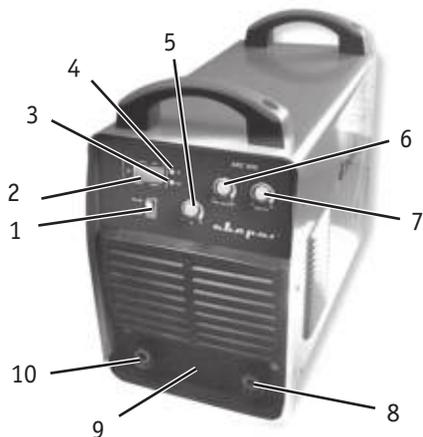

Рис. 1.1
2. Подсоедините сварочные кабели. На передней панели сварочного аппарата имеются две панельные розетки «+» и «-» (8 и 10) (рис. 1.1). Существует два способа подключения сварочных принадлежностей:
4. Установите способ сварки ММА с помощью регулятора (1) (рис. 1.1.).
5. Установите требуемую величину сварочного тока с помощью регулятора (5) (рис. 1.1) Установите значения сварочного тока, в зависимости от диаметра электрода, типа металла, требований технологического процесса и нормативной документации
6. Установите значение «горячего старта» (6) (рис. 1.1). Регулируя величину «горячего старта» добейтесь, чтобы зажигание дуги происходило легко, с одного касания, электрод не прилипает к металлу.
7. Установите значение «форсаж дуги» (7) (рис. 1.1). Регулятор форсаж дуги служит для облегчения процесса сварки, особенно при малых значениях сварочного тока, установите значение форсаж дуги в зависимости от конкретных условий сварки.
Аппараты данной серии предусматривают возможность подключения пульта дистанционного управления. При использовании пульта дистанционного управления, подключите кабель дистанционного управления в соответствующий разъем в нижней части передней панели сварочного аппарата (9) (рис. 1.1) и зафиксируйте его.
1. Выберите режим TIG на передней панели аппарата. (1) (рис. 1.1).
2. Вставьте разъем горелки со специализированным силовым концевиком с подводом газа в соответствующий разъем со значком «-» (8) (рис. 1.1) на задней панели, поверните его до упора по часовой стрелке, плотно зафиксируйте.
3. Вставьте обратный кабель в гнездо, помеченное значком «+» (10) (рис. 1.1) на передней панели, закрутите его по часовой стрелке. Закрепите заземляющий жгут на заготовке.